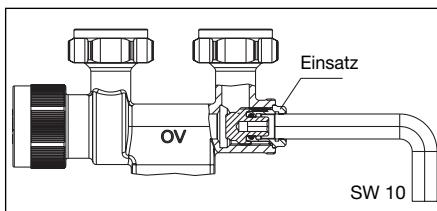

Abb. 7 Entleeren / Füllen
- Mit dem Sechskantschlüssel SW 10 durch Linksdrehen den Einsatz lockern (max. ¼ Gewindegang) (s. Abb. 7).
- Entleerungs- und Füllwerkzeug von der Armatur abschrauben und mit Sechskantschlüssel SW 10 den Einsatz max. 10 Nm anziehen (s. Abb. 7).
- Mit Sechskantschlüssel SW 10 durch Rechtsdrehen des Einsatzes (s. Abb. 7) die Armatur schließen (max. 10 Nm).